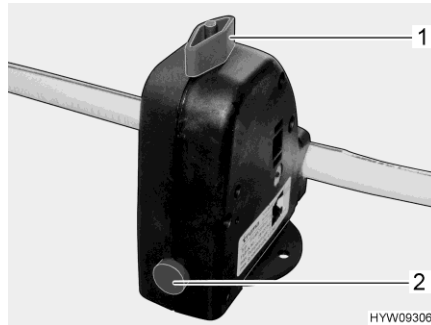

Bild 125 Säkerhets-/avtappningsventil (Truma)
- Säkerhets-/avtappningsventilen (Truma) stängs. Ställ vredet (Bild 125,1) diagonalt mot säkerhets-/avtappningsventilen och tryck in tryckknappen (Bild 125,3).